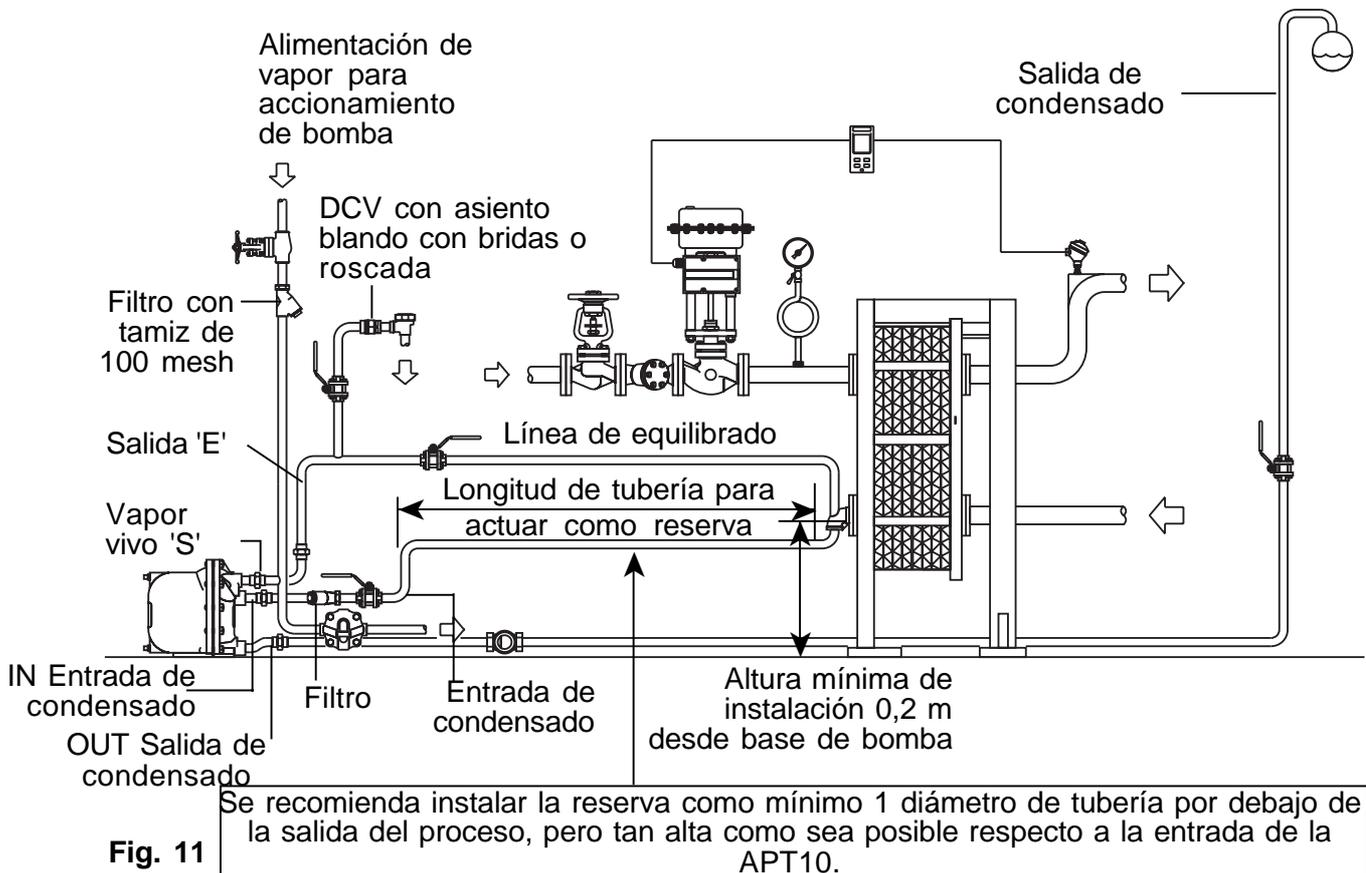

Fig. 11
La APT10 tiene cuatro vías de conexión. La de DN20 ($\frac{3}{4}$ ") marcado IN debe conectarse a la salida del equipo que se debe purgar. La de DN20 ($\frac{3}{4}$ ") marcado OUT debe conectarse al retorno de condensado. Una flecha indica la dirección del flujo. La de DN15 ($\frac{1}{2}$ ") señalada como (S), debe conectarse a una tubería de alimentación de vapor. **Es importante asegurar que esta línea de vapor está siempre libre de condensado utilizando un purgador Spirax Sarco y un filtro de 100 mesh.** La conexión roscada DN15 ($\frac{1}{2}$ ") marcada como (E) debe conectarse tan cerca como sea posible de la salida de condensado del equipo. Esta tubería de descarga debe conectarse a la de condensado por la parte superior, como en la Fig. 11.